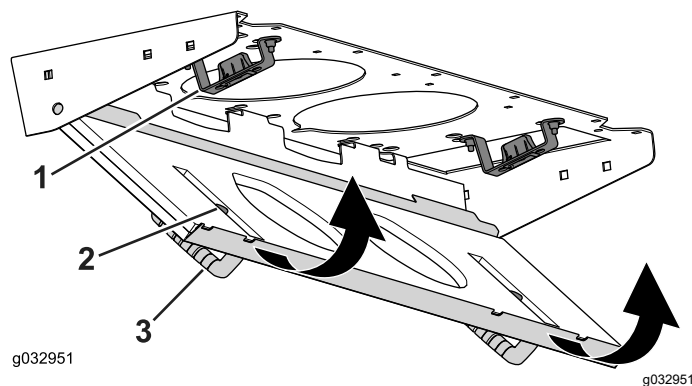

Рисунок 149
4. Поверните сетчатый фильтр вокруг монтажных лепестков так, чтобы защелка зафиксировалась в креплении защелки в сборе (Рисунок 149).